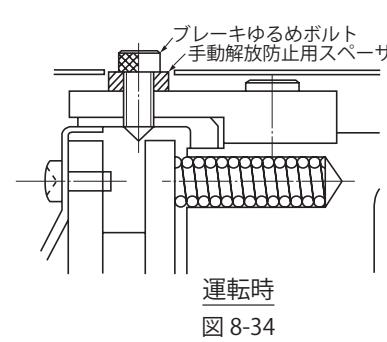

図 8-34
- (2) ブレーキを解放した後、再び元の状態に復帰させる場合は、安全のため(1)で取り外した手動解放防止用スペーサを元どおりに取り付けてください。(図 8-34 参照)
- (3) ブレーキゆるめボルトのサイズは次の通りです。